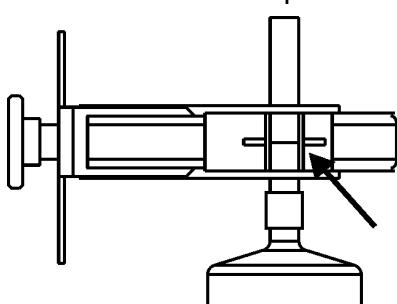

Рисунок 25
2.16.14 Установить сверху пипетки оптодатчик с номером 1 (3), снизу — оптодатчик с номером 2 (4), как показано на рисунке 2. Оптическая ось верхнего оптодатчика должна совпадать с меткой на пипетке (рисунок 25). Зафиксировать положение верхнего оптодатчика, поджав к нему отрезок трубы.